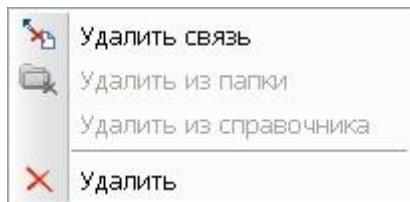
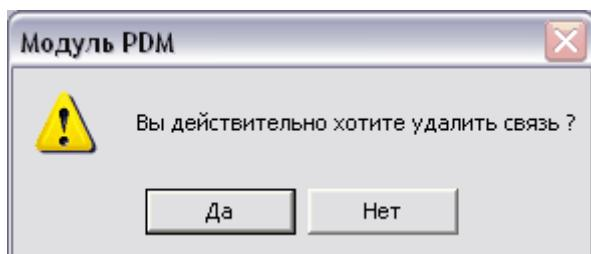
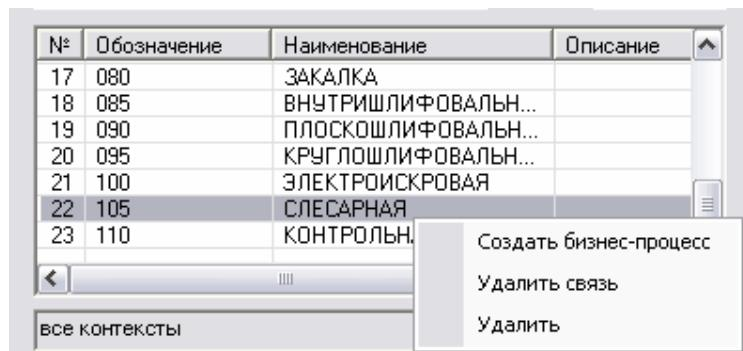
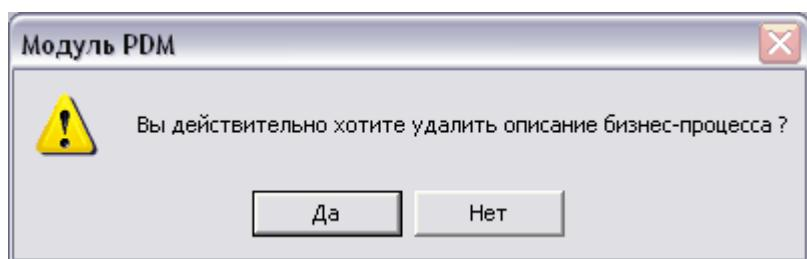

Рис. 188
Рис. 189
Рис. 190
Рис. 191
Для различных вариантов удаления используется подменю команды контекстного меню бизнес-процесса **Удалить** (Рис. 188).
**Удаление ассоциации (связи) бизнес-процесса с изделием/версией изделия.** При этом бизнес-процесс остается в БД, но уже не связан с изделием/версией изделия. В дальнейшем можно получить доступ к данному бизнес-процессу. Для этого можно воспользоваться функцией поиска либо предварительно перед удалением ассоциации включить бизнес-процесс в какую-либо папку. Для удаления ассоциации в подменю команды **Удалить** выберите пункт **Удалить связь** (Рис. 188) и подтвердите свое намерение (Рис. 189)
**Исключение подпроцесса из декомпозиции бизнес-процесса.** При этом подпроцесс остается в БД, но не входит в декомпозицию бизнес-процесса. В дальнейшем можно получить доступ к данному бизнес-процессу. Для этого можно воспользоваться функцией поиска либо предварительно, перед удалением ассоциации, включить бизнес-процесс в какую-либо папку. Для удаления подпроцесса сначала заблокируйте родительский бизнес-процесс, затем в подменю команды **Удалить** выберите пункт **Удалить связь** (Рис. 188) и подтвердите свое намерение (Рис. 189). Также для исключения подпроцесса можно в контекстном меню окна свойств бизнес-процесса выбрать пункт **Удалить связь** (Рис. 190).
**Удаление бизнес-процесса из БД.** При этом бизнес-процесс удаляется из БД и недоступен в дальнейшем. Если бизнес-процесс содержит подпроцессы, то они не удаляются из БД. Если бизнес-процесс является подпроцессом для нескольких других бизнес-процессов, то первый удаляется из всех родительских бизнес-процессов, при этом родительские бизнес-процессы не удаляются из БД. Для удаления бизнес-процесса в подменю команды **Удалить** выберите пункт **Удалить** (Рис. 188) и подтвердите свое намерение (Рис. 191). Также для удаления ассоциации можно в контекстном меню окна свойств бизнес-процесса выбрать пункт **Удалить связь** (Рис. 190).